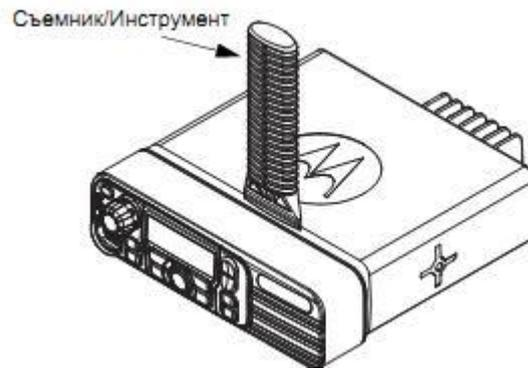

Рисунок 5 Снятие фронтальной панели Радиостанции при помощи съемника
3. Вставить съемник в канавку между фронтальной панелью и сборкой корпуса радиостанции (см. Рисунок 5):